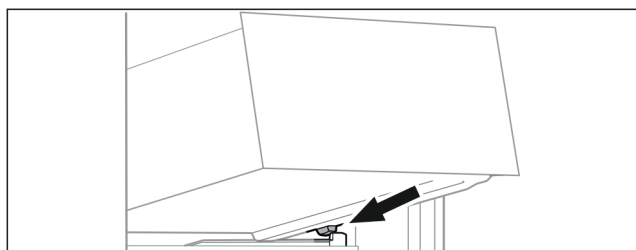

Fig. 85
- ▶ Założyć szufladę pod skosem za stoperami na żebrze pojemnika. (patrz *Fig. 85*)